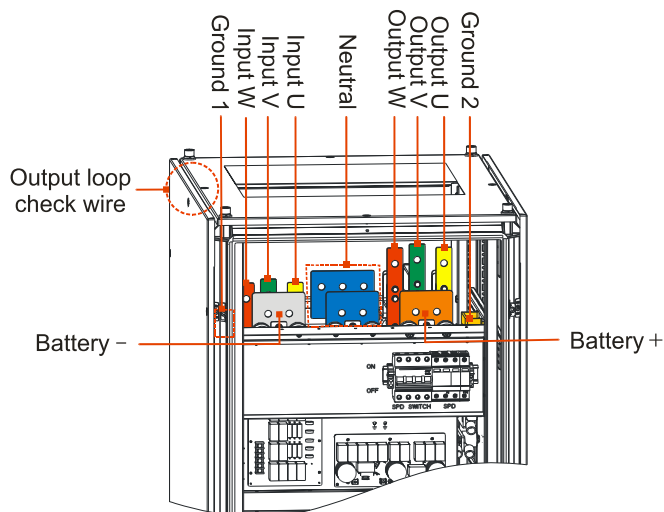

Рис. 3.22 Шины для подключения
**Step 2** Подключите входной, выходной кабели и кабель АКБ к шинам в соответствии с Рис. 3.22, затем затяните болты.